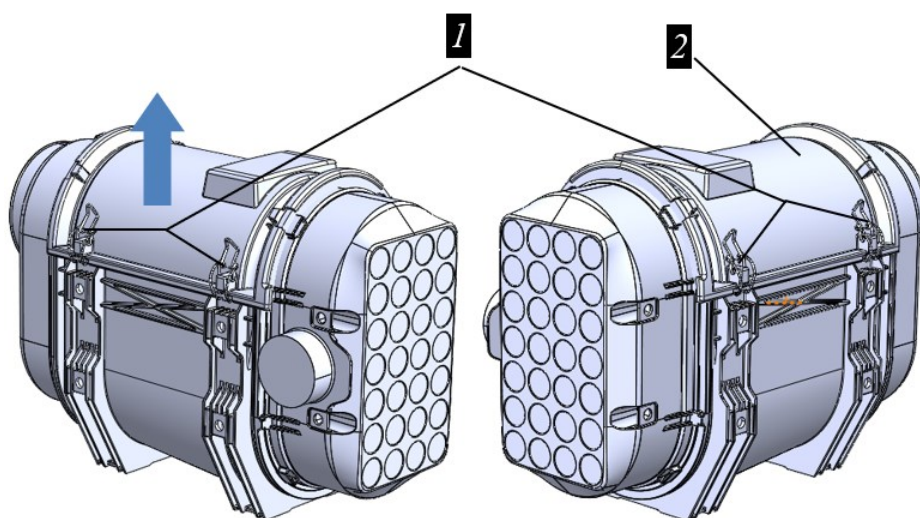

Рисунок 5.32. Корпус воздушного фильтра Тип 2
- ▶ Отщелкнуть 4 застёжки 1 на корпусе фильтра рис. 5.32.
- ▶ Снять крышку воздушного фильтра 2 в направлении, указанном стрелкой рис. 5.32. **Ошибка! Источник ссылки не найден.**
- ▶ Установить крышку на корпус фильтра в направлении противоположном стрелке, см. рис. 5.32.
- ▶ Защелкнуть 4 застёжки на корпусе фильтра 1 рис. 5.32.